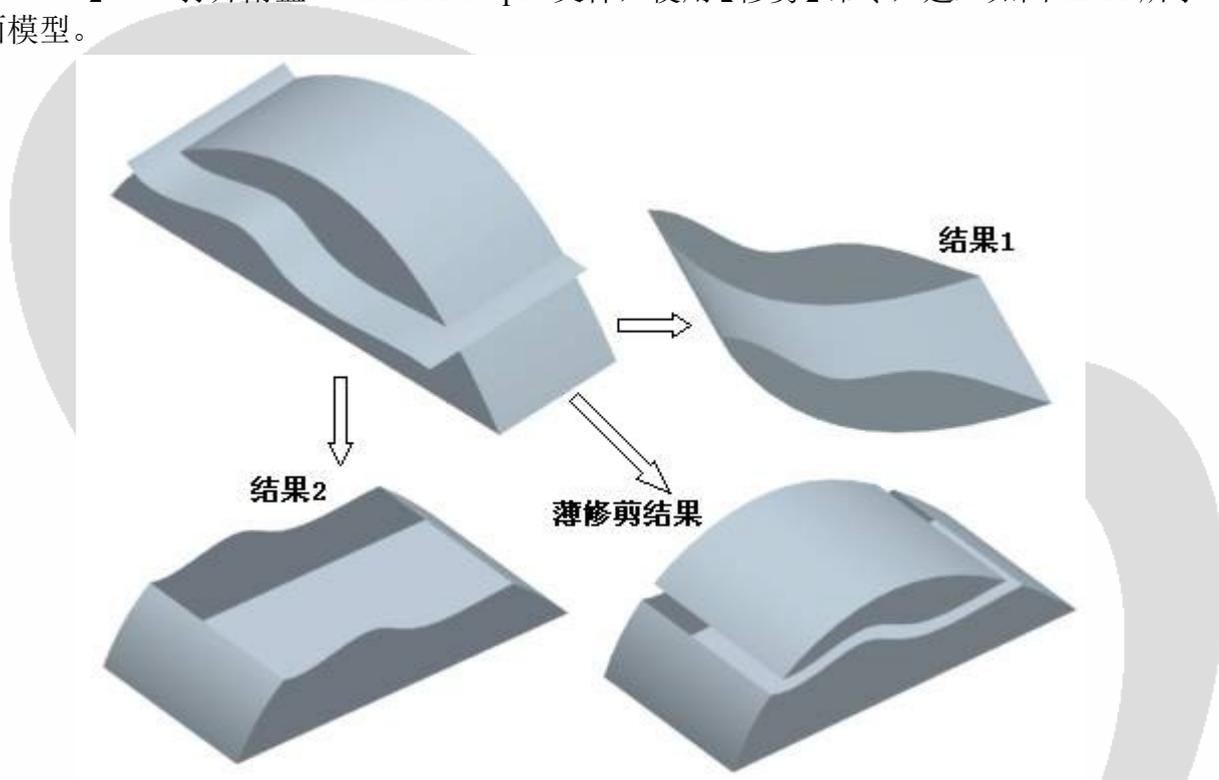

图 12-12 练习 12-10 操作示意图
【练习 12-10】： 打开附盘 “\ch12\12-10.prt”文件，使用【修剪】命令，建立如图 12-12 所示的曲面模型。
- (1) 选择图 12-12 所示的半圆曲面为被修剪对象，选择波浪曲面为修剪曲面。
- (2) 调整修剪方向可得到不同的修剪结果（结果 1、结果 2）